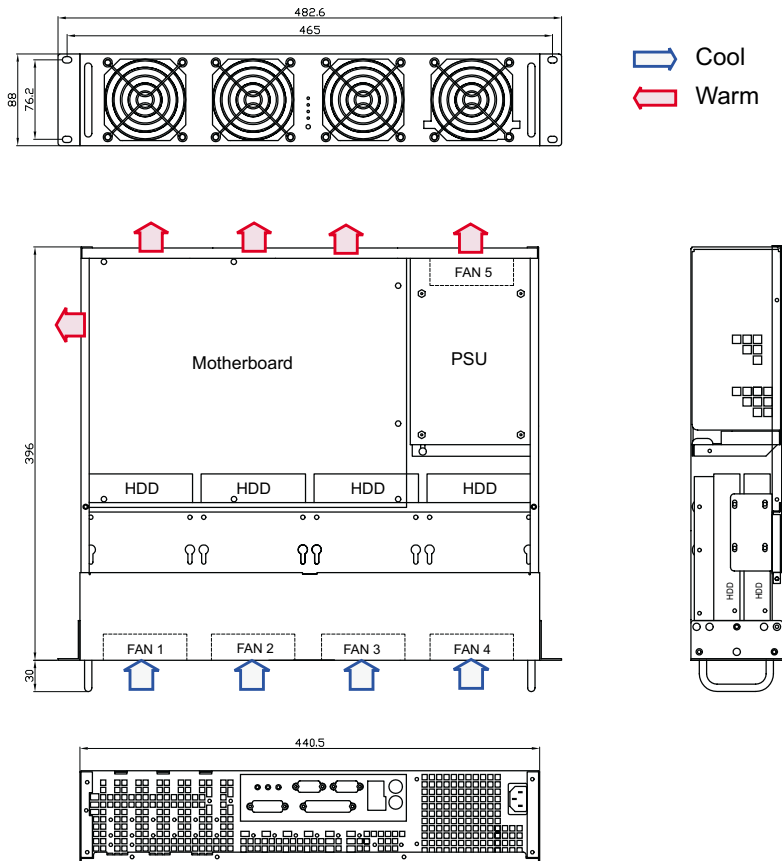

Рис. 2
**2. Подготовка отверстий под платы расширения.** Спланируйте размещение плат расширения. Задняя панель корпуса проперфорирована прямоугольными отверстиями в местах возможной установки плат расширения. Перед установкой платы Вам нужно предварительно наметить и выкусить перемычки для коннектора (рис.2, 3 стр. 3).
Платы расширения ниже 71 мм (плату измеряйте включая длину разъема PCI как показано на фото 1) устанавливаются в любом из слотов вертикально. Платы Low Profile PCI с соответствующим шильдом можно установить в 2, 4, 6 слот. Для этого нужно выкусить соответствующие перемычки (рис.2 стр.4). Кроме выкусывания перемычек для коннектора, необходимо выкусить перемычки для изогнутой части шильда платы Low Profile PCI.